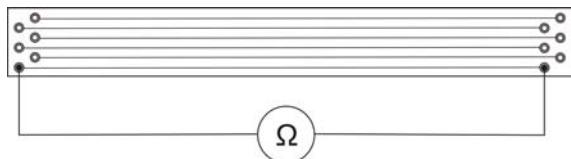

Fig. 1 Setup sperimentale
- Collegate il multmetro alle prese del filo di costantana con il diametro minore (fare riferimento alla fig. 1).
- Allestite l'esperimento come in fig. 1.